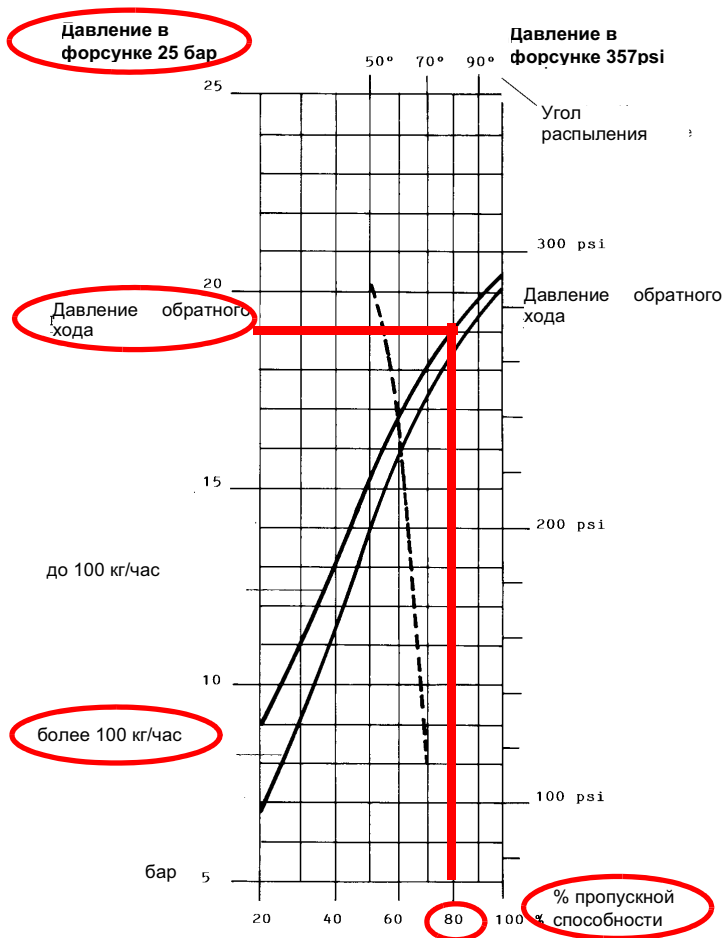

Рис. 20
Расход дизельного топлива регулируется за счет выбора форсунки (противопоточного типа), соответствующего мощности котла и типу применения размера, а также регулировки давления на прямом и обратном ходе жидкого топлива, согласно данных, указанных в таблице и на графике на Рис. 20 (для считывания давления - читайте последующие параграфы).
**Пример (Fluidics):** 80% номинального расхода на форсунке можно получить, если установлены форсунки с расходом более 100 кг/час, при давлении на обратном ходе примерно равном 18 бар (см. график на Рис. 20).